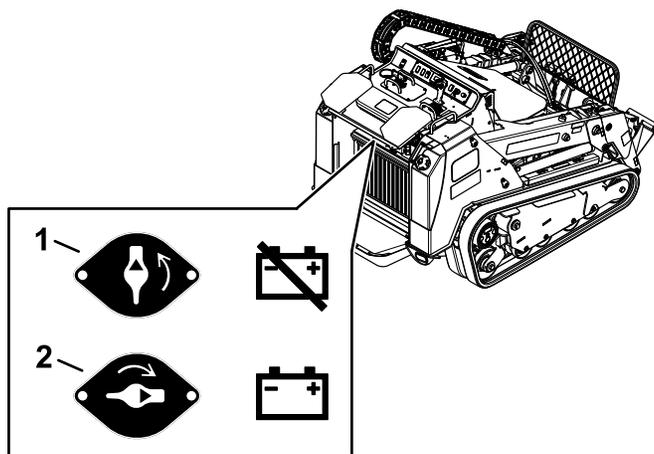

Рисунок 62
батареи по часовой стрелке в положение ВКЛ (Рисунок 62).
- Чтобы отсоединить электропитание от машины, поверните выключатель аккумуляторной батареи против часовой стрелки в положение ВЫКЛ (Рисунок 62).